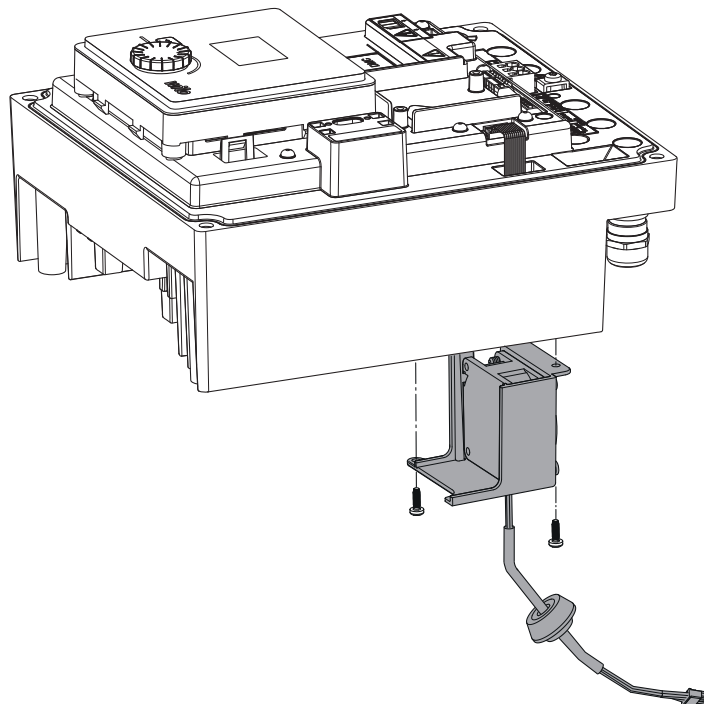

Fig. 48: Αφαιρέστε τον ανεμιστήρα στοιχείου μαζί με το καλώδιο και την ελαστική στεγανοποίηση
- Αφαιρέστε τον ανεμιστήρα στοιχείου και χαλαρώστε το καλώδιο με την ελαστική στεγανοποίηση από το κάτω μέρος του στοιχείου (Fig. 48).